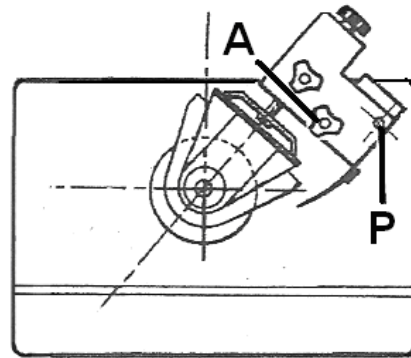

Fig 21
Installer d'abord le module de base. Pour cela il y a dans la table une foreure de filet M8 (A, Fig 21) et une foreure indice 8mm (P).